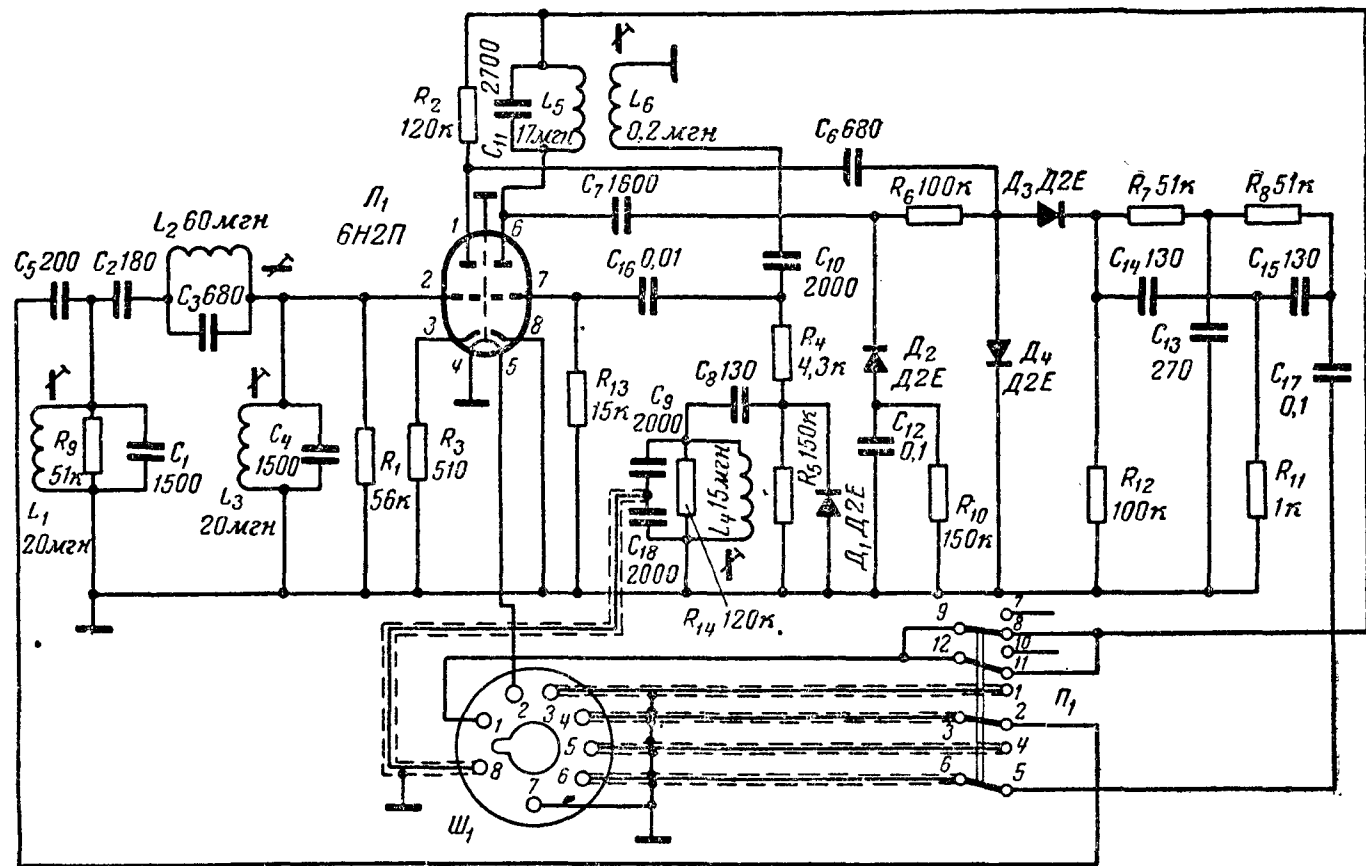

Рис. 28. Схема приставки двухречевого сопровождения.
**Схема приставки, изображенная на рис. 28, содержит усилитель с гетеродином и смесителем.**